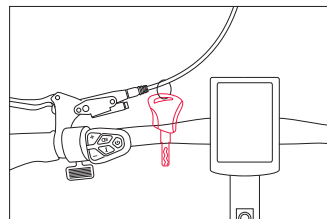

Figure 3
Étape 1: Trouvez les clés situées sur le guidon (fig. 3) et retirez-les. Si vous les coupez des guidons, faites attention à ne pas endommager les fils.